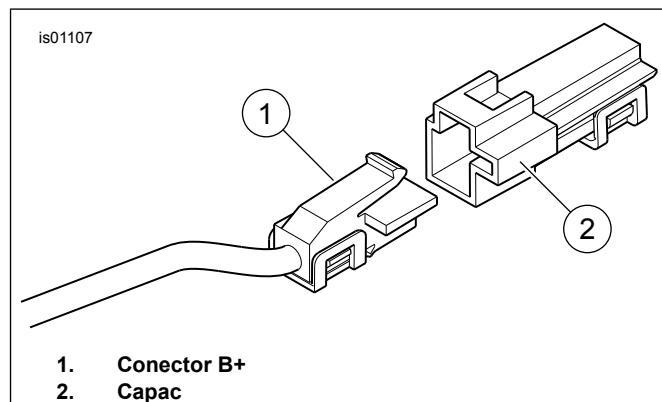

Figura 5. Conector B+
1. Consultați Figura 5 . Găsiți conectorul B+ (polul pozitiv al bateriei) (1) de pe cablajul electric principal de sub scaun (un fir roșu cu un conector gri neutilizat). Scoateți capacul (2) de pe conector.